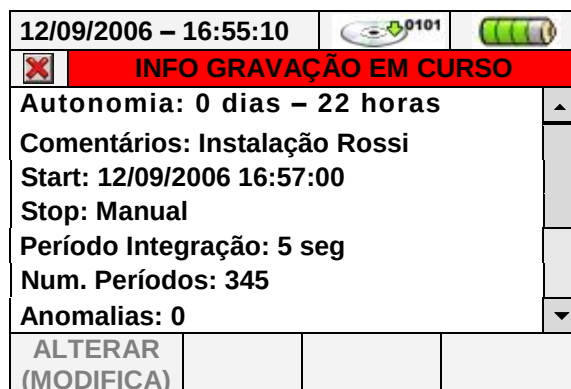

Fig. 141: Ecrã informações da gravação em curso com sistema NFV configurado
5. No ecrã da Fig. 141 são apresentadas as seguintes informações: